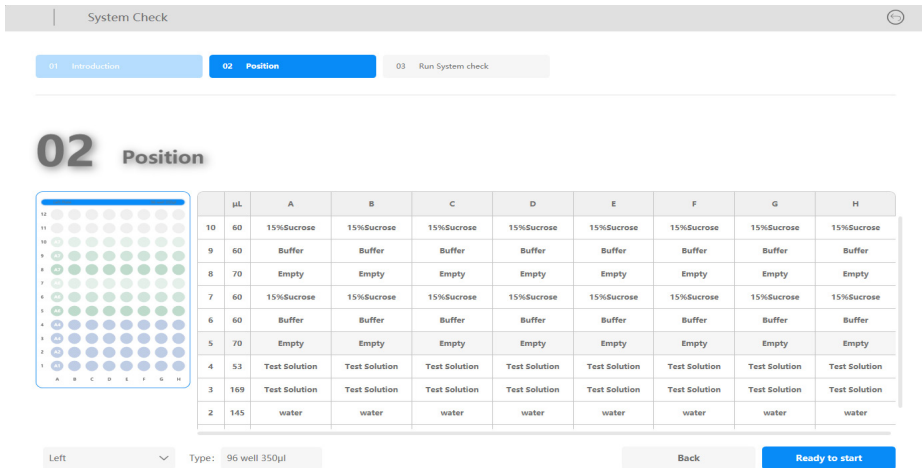

图 20 软件 System Check 程序加样提示界面
- d. 如图 20 所示，按照 position 界面显示在 350 μ L V 底 96 孔微孔板中加入 test solution、Buffer、纯水等试剂，并将板放入正确的板位，点击 Ready to start，保存结果文件，自动运行 System Check 程序；